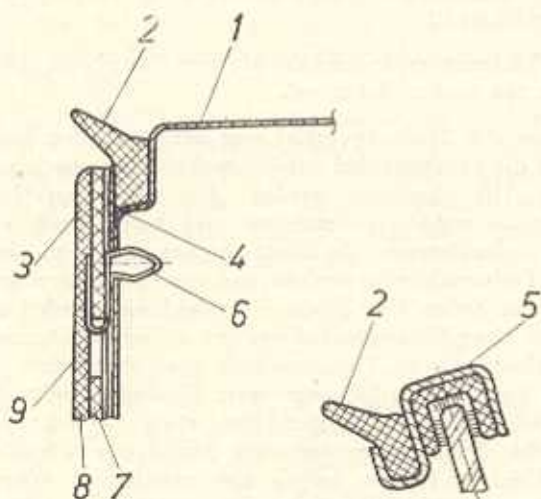

Bild K 30. Türabdichtung
6.2.2.5. Türabdichtung der vorderen und hinteren Tür (Bild K 30)